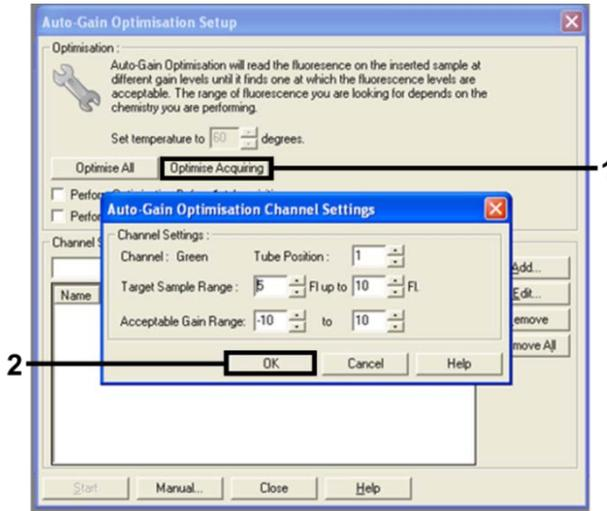

Figure 11. Optimisation du gain automatique pour le canal Green.
13. Cliquer sur Optimise Acquiring (Optimiser l'acquisition). Les paramètres de chaque canal sont affichés. Cliquer sur OK pour accepter ces valeurs par défaut pour les deux canaux (figure 11).